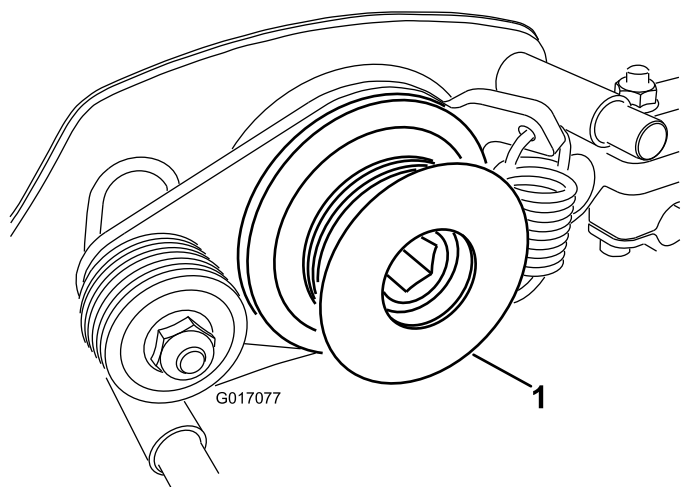

図 32
7. リールシャフトからグルーマ駆動プーリを取り外す 図 32。